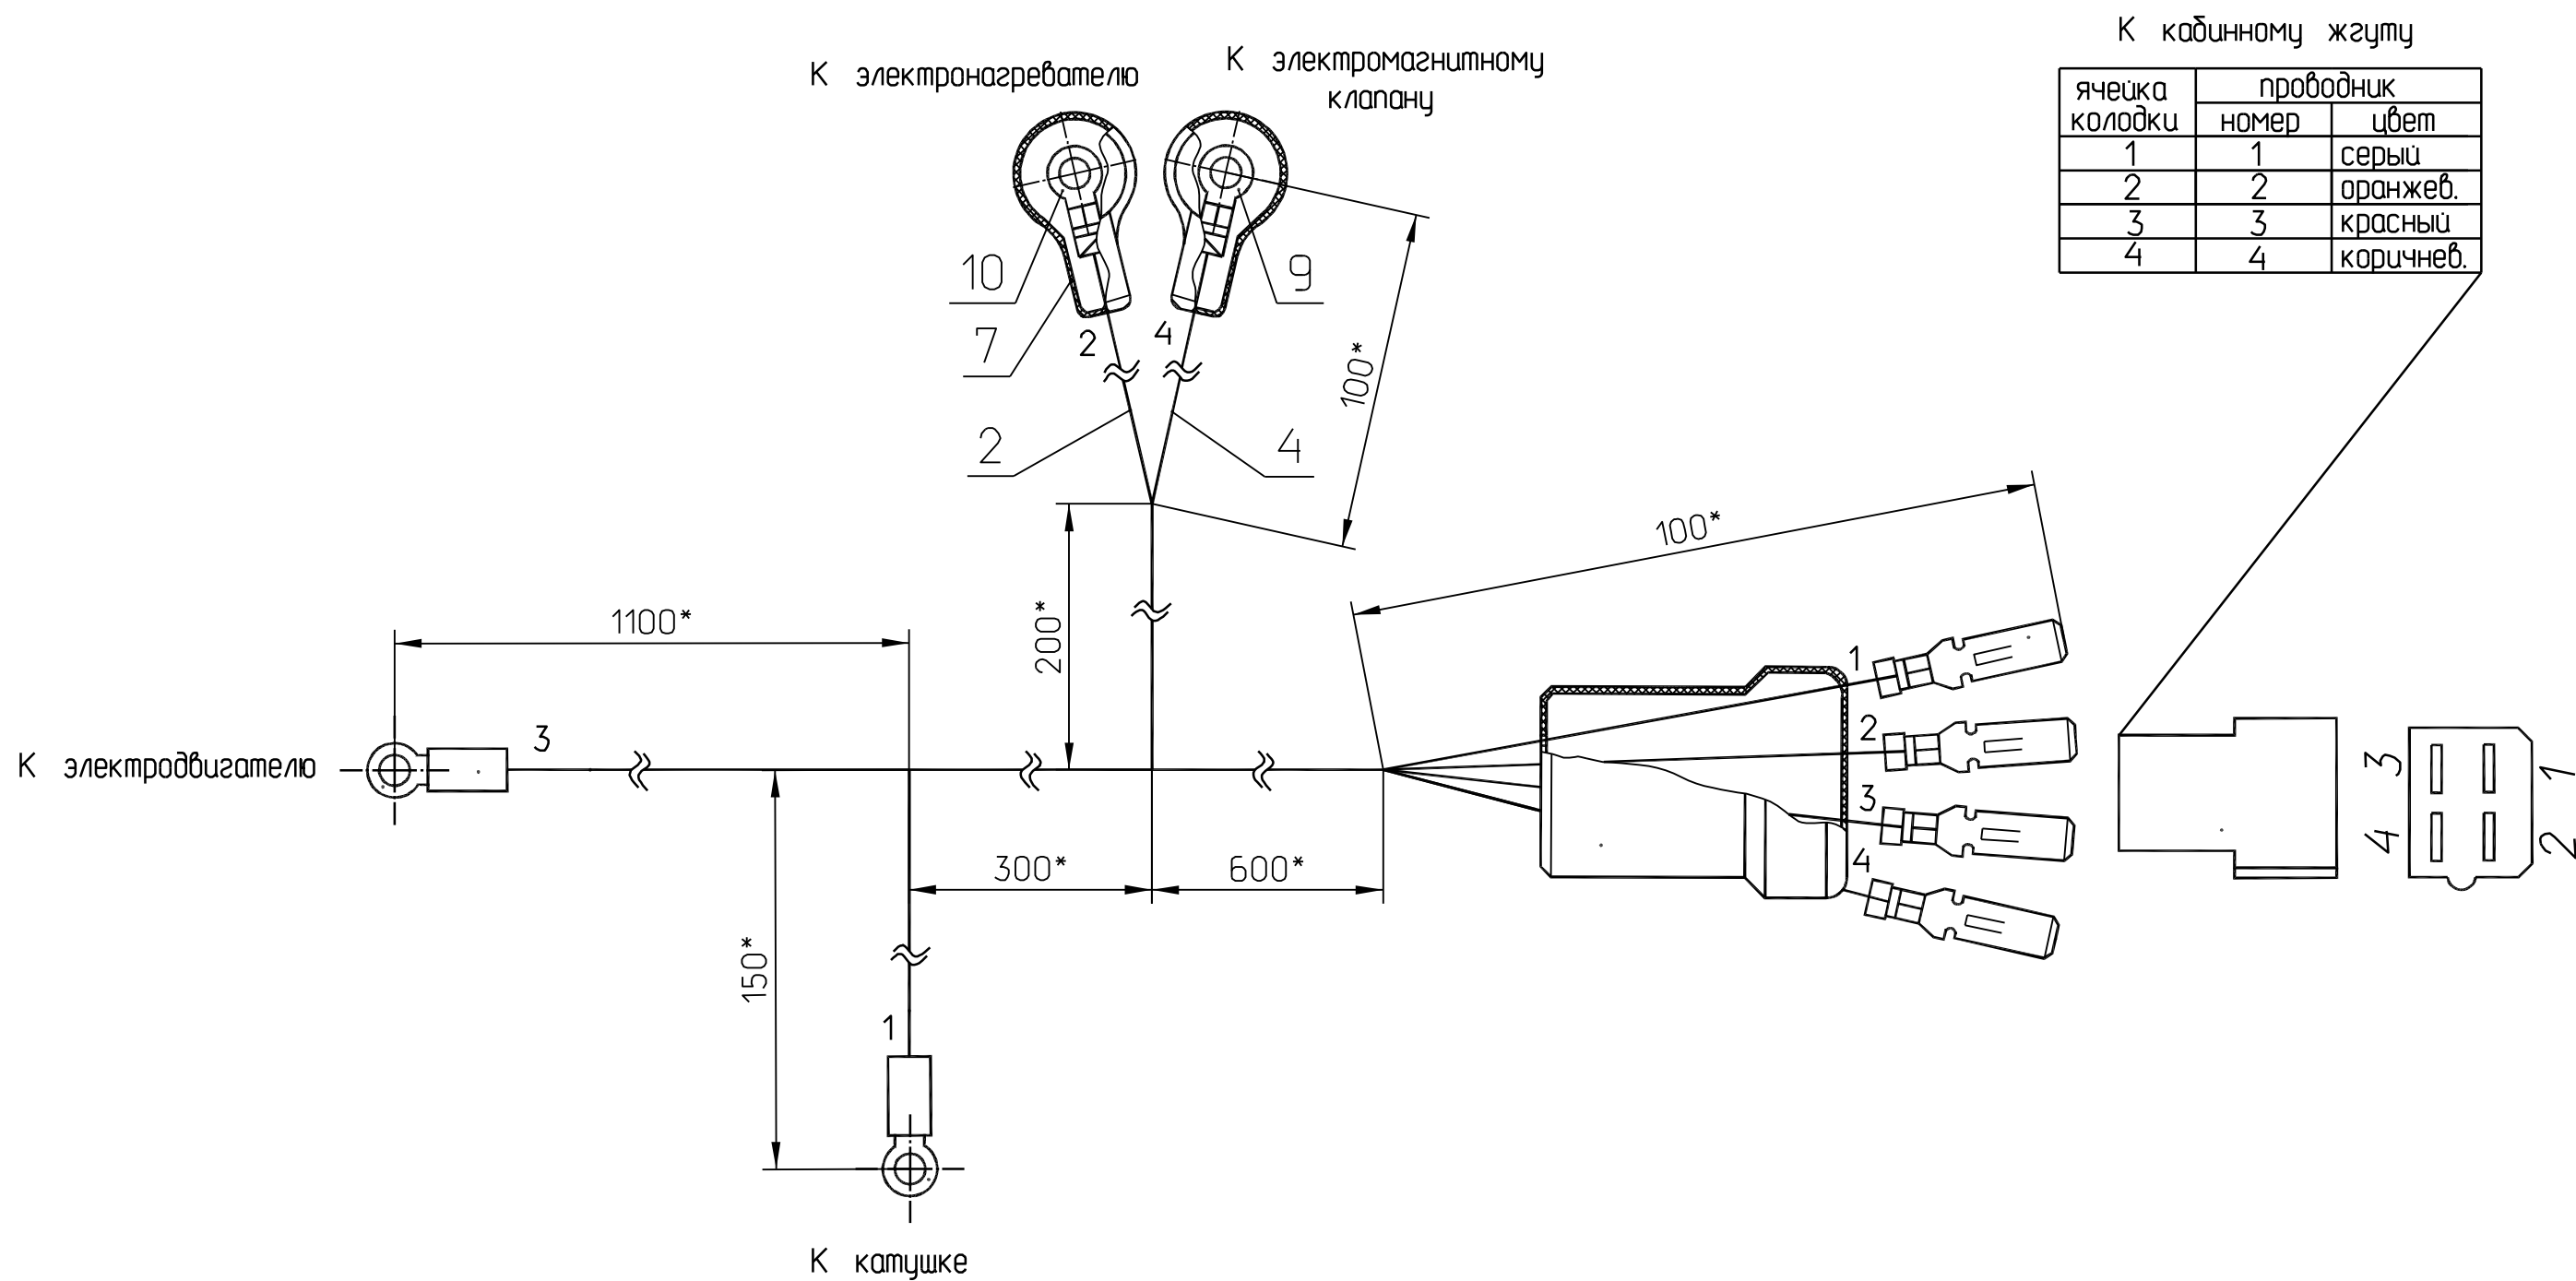

Рисунок 5 - Жгут подогревателя
3.5.6 Жгут подогревателя (рисунок 5) подсоединить к транзисторному коммутатору, к электродвигателю, к электронагревателю, к электромагнитному клапану.